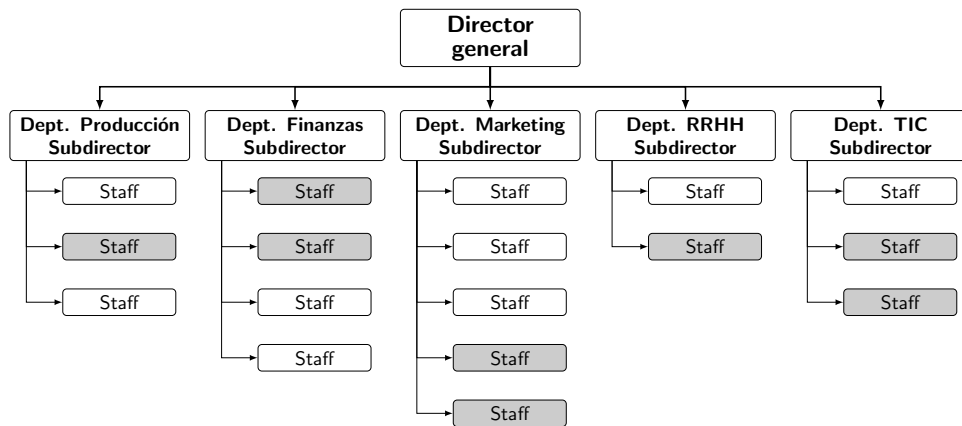

Figura 1.3: Ejemplo de organización funcional
- **Funcionales.** Organizaciones que reúnen en **grupos funcionales** (departamentos) a personas que realizan tareas similares o que utilizan el mismo tipo de competencias y conocimientos. En esta estructura, las personas se gestionan mediante líneas claras de autoridad que se extienden a través de cada grupo hasta el subdirector y, en última instancia, hasta una única persona en la cúspide (director general). Por ejemplo, en la Figura 1.3, se ve que todas las personas que desempeñan funciones de recursos humanos de la organización (como contratación, formación y gestión de beneficios) están en el grupo de recursos humanos, que depende del director general. En la estructura funcional, el director del proyecto tiene menos autoridad sobre los miembros del equipo que en cualquier otro tipo de estructura organizativa. De hecho, actúa más como coordinador del proyecto que como director del mismo, ya que los subdirectores mantienen toda la autoridad sobre los miembros del equipo del proyecto y el presupuesto del mismo. En la Figura 1.3 se muestra un ejemplo de organización funcional, donde el personal sombreado sería aquel involucrado en las actividades del proyecto que se está realizando.